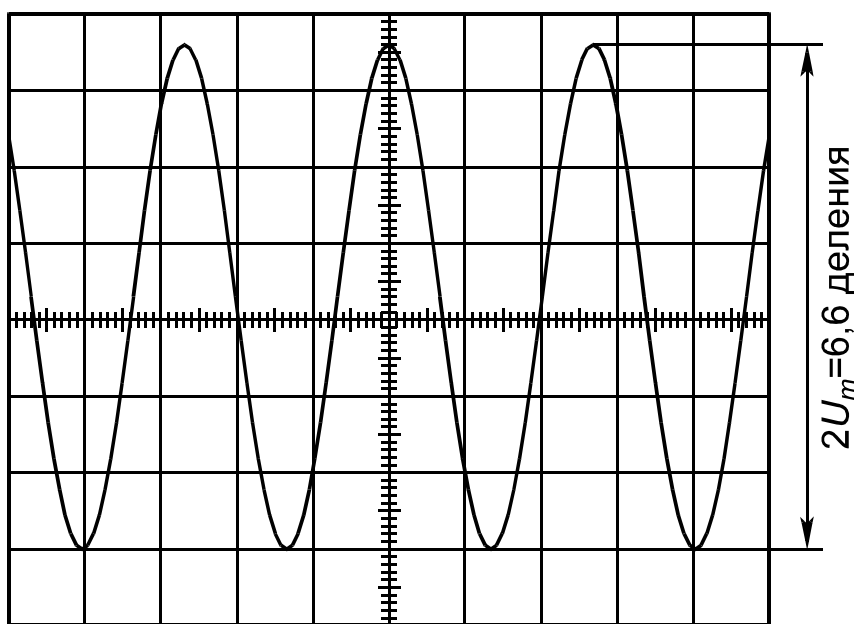

Рис. 6. Измерение полного размаха (двойной амплитуды) переменного синусоидального напряжения
– ручкой « **↔** » горизонтального перемещения сместите изображение таким образом, чтобы один из верхних пиков находился на средней вертикальной линии шкалы (рис. 6):
ПРИМЕР. Полный размах сигнала составляет 6,6 делений (рис. 6); используется внешний делитель 1:10; переключатель « **V/дел.** » установлен в положение « **5 mV** », а переключатель « **×1; ×10** » – в положение « **×10** » (ручка « **↑↓** » вытянута – « **■** »).